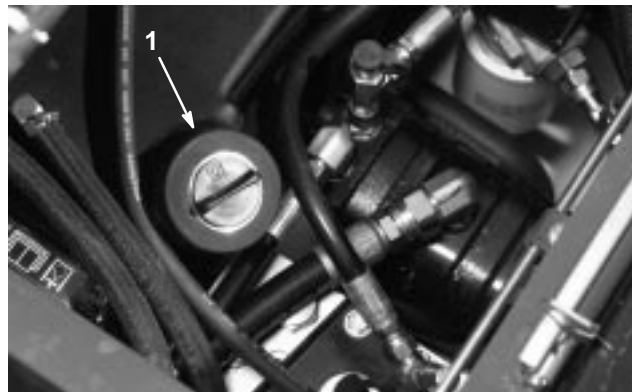

Bild 5
3. Reinigen Sie den Bereich um den Einfüllstutzen und den Deckel des Hydraulikölbehälters (Bild 5). Drehen Sie den Deckel vom Einfüllstutzen ab.